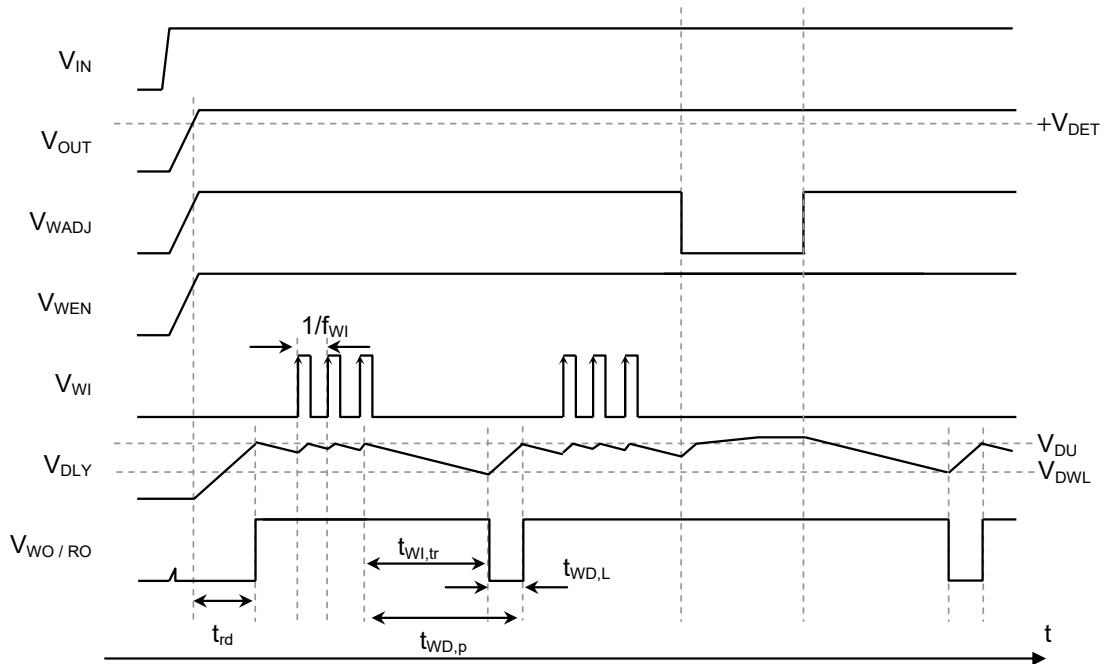

图39 看门狗定时器监视工作例1
- (3) I_{OUT} 再继续上升，达到大于或等于 $I_{O,WDact}$ (图39的B点) 时， V_{WADJ} 也上升到大于或等于 V_{ref} ，C1的输出变为 "H"，看门狗定时器开始监视工作。